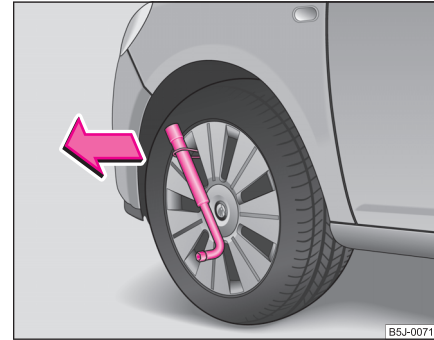

Abb. 156 Radvollblende ausbauen
- Schieben Sie den Radschlüssel durch den Bügel, stützen Sie den Radschlüssel an dem Reifen ab und ziehen Sie die Blende ab ⇒ Abb. 156.